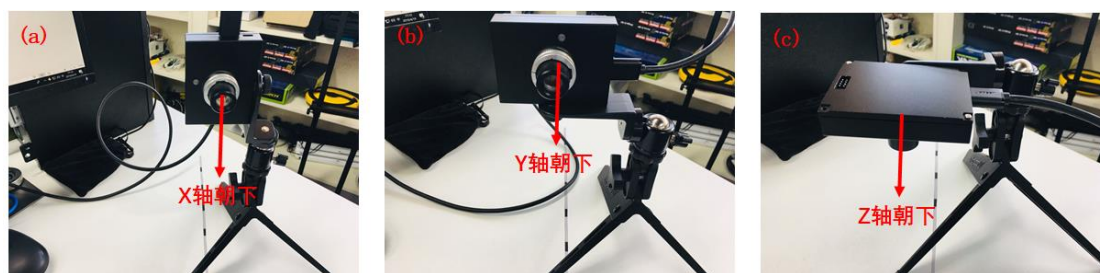

图 2
- i. 按照图 2(a)所示姿态调节传感器，并静止放置一段时间（约 5 秒），再输入 2。此时控制台显示 “Keep stationary.” 等提示，继续静止等待。输出||Acc||的数值和 9.8 (m/s²)比较，判断相差是否在 0.05 (m/s²) 以内。
- ii. 继续按照图 2(b)的姿态，调整传感器并静止，再输入 2，观察||Acc||和 9.8 (m/s²)的差别。
- iii. 按照图 2(c)的姿态，再次传感器并静止，再输入 2，观察||Acc||和 9.8 (m/s²)的差别。